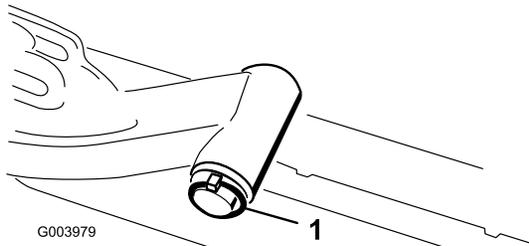

図 9
- A. 昇降アームピボットのシャフトを昇降アームに固定しているリンチピンとワッシャを外し、昇降アームからピボットのシャフトを抜き出す(図 9)。
C. 昇降アームのシャフトを昇降アームに通して、ワッシャとリンチピンで固定する(図 9)。